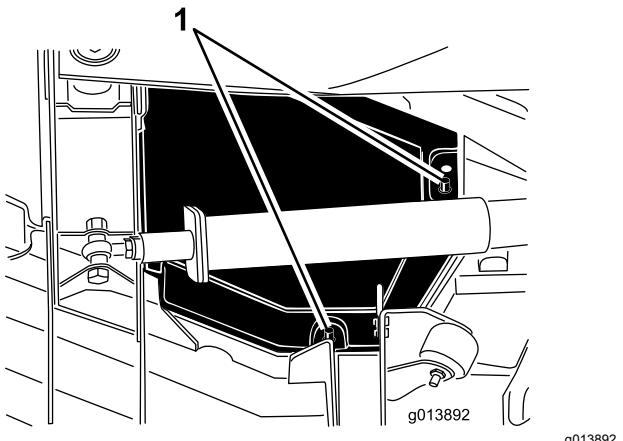

Figura 66
4. Levante as extremidades da cobertura interior e traseira dos polos de montagem (Figura 66).